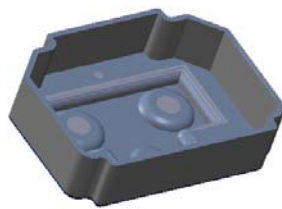

图 10.2.11 创建关闭曲面
Step3. 接受系统默认的封闭环参照，单击对话框中的 按钮，完成图 10.2.11 所示的关闭曲面的创建。